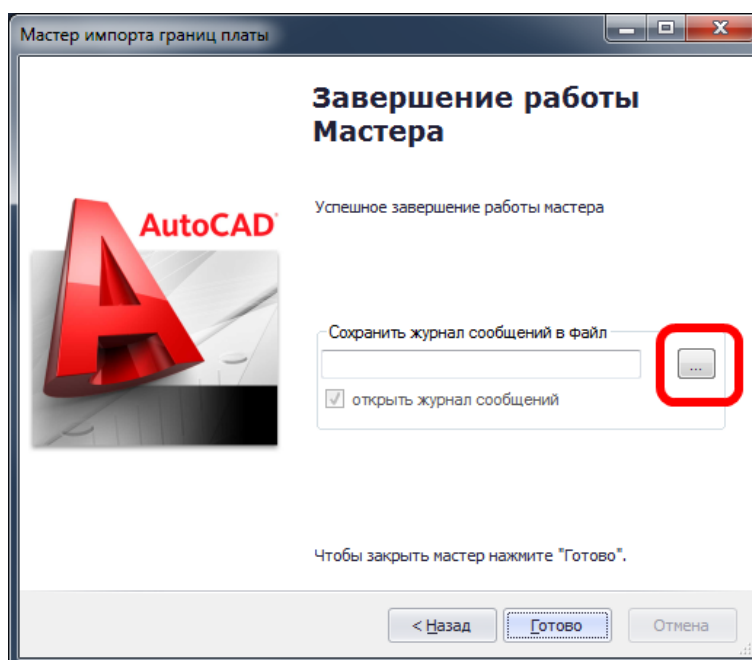

Рис. 699. Заключительное окно мастера импорта
- 10. В заключительном окне мастера, см. Рис. 699, будет предложено создать и просмотреть текстовый файл, содержащий протокол импорта и завершить импорт.
Для сохранения текстового файла с протоколом импорта необходимо нажать кнопку  - «Выбор» (отмеченную на Рис. 699).